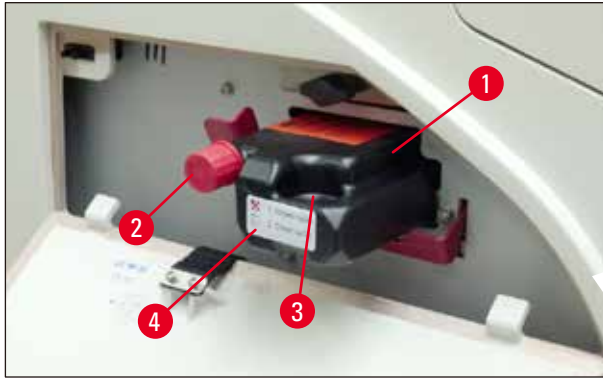

図 60
- 保護フィルムを外した後、カートリッジを半分ほどカートリッジスロットに挿入します (→ "図 60")。